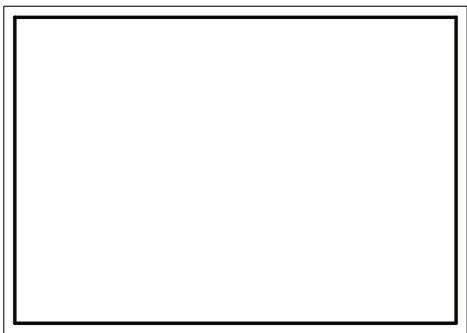

图 9-29 已有的 A3 图框线图形
- 1 打开“插入块演练.dwg”文件，该文件中已有的 A3 图框线图形如图 9-29 所示。